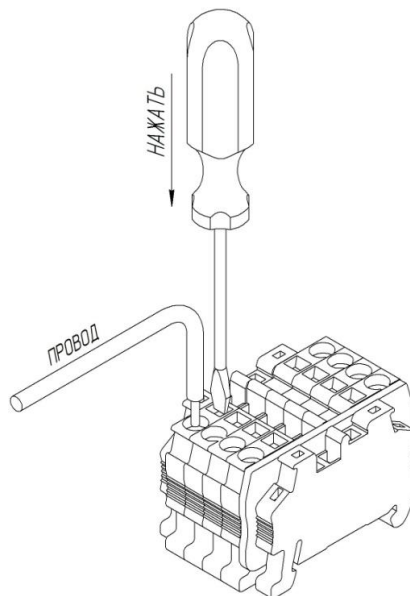

Рисунок 3. Подключение проводов
6.5. Подключение проводов к безвинтовым клеммам осуществляется согласно рис. 3. Длина зачистки проводов от изоляции -  $10 \pm 2$  мм.